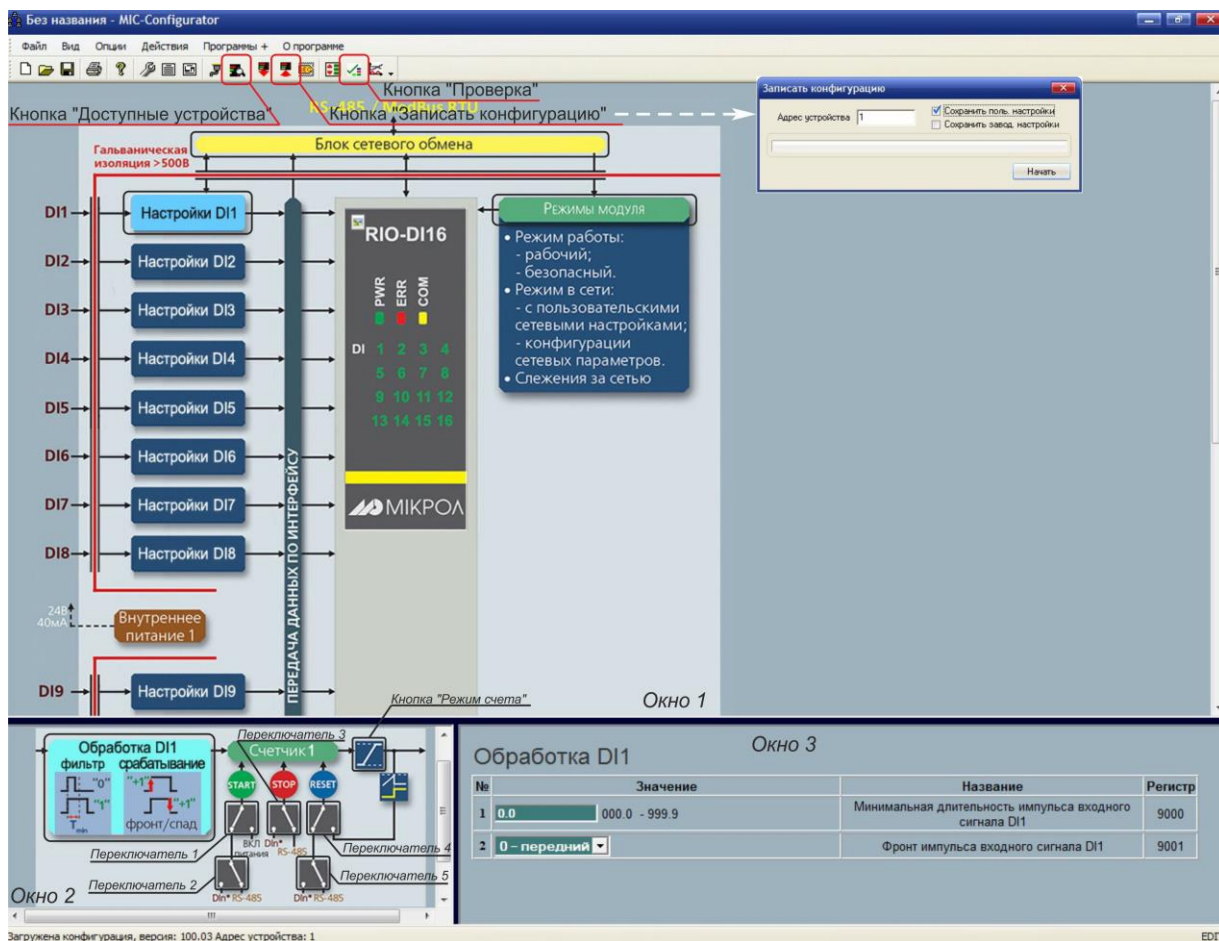

Рисунок 4.4 – Редактирование конфигурации
4.3.6.2 В окне редактирования параметров нажать кнопку "Блок сетевого обмена" (см. рис. 4.4).
4.3.6.6 В МИК-Конфигураторе нажать кнопку "Доступные устройства" (см. рис. 4.4) и произвести поиск модуля согласно пункту 4.3.4.